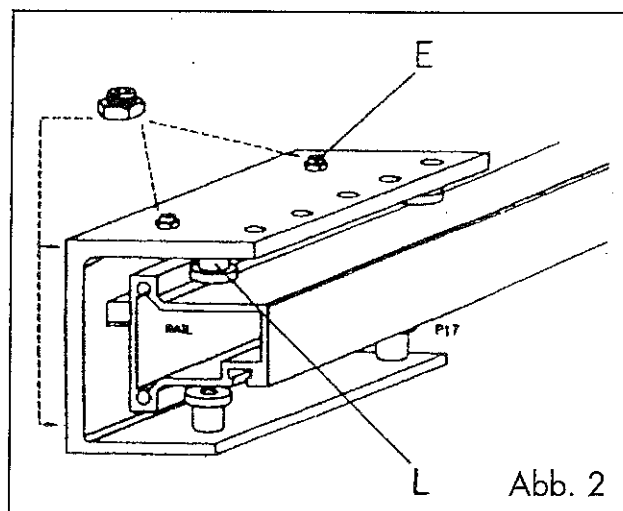

Abb. 2
An der Hinterseite des Wagens befinden sich ebenfalls 2 Einstellbolzen, mit diesen Bolzen können die Laufrollen (L) auf der Schienenführung spielfrei eingestellt werden (Abb. 2).